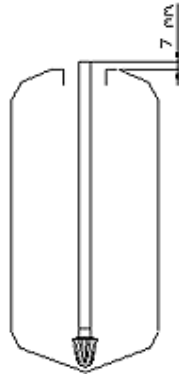

Рис. 1. Обрезка трубы дистрибьютора.
2. Установите и отцентрируйте распределительную трубу с корзиной или собранной лучевой системой в корпусе установки (**рис. 1, 3**). **Внимание:** не надавливайте на распределительную трубку во избежание поломки корзины.
3. Обрежьте трубу дистрибьютора в соответствии с **рис. 1**. При использовании адаптера ТА-4025 (корпуса с горловиной 4") для установки управляющего клапана указанный размер отсчитывается после установки адаптера.